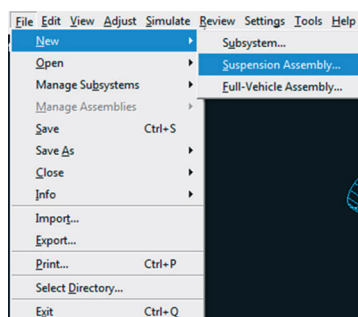

Figura 5.165 – Janela correspondente à criação de um *Assembly*.
- Ainda na tela onde foi criado o subsistema da suspensão, acesse o menu *File* → *New* → *Suspension Assembly* (Figura 5.165).